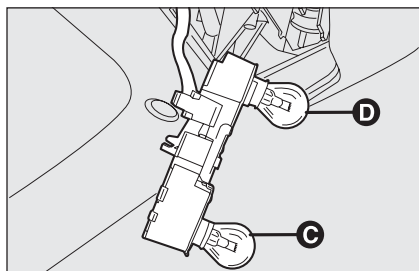

fig. 33
- rimuovere e sostituire la lampada interessata spingendola leggermente e ruotandola in senso antiorario **fig. 33**: